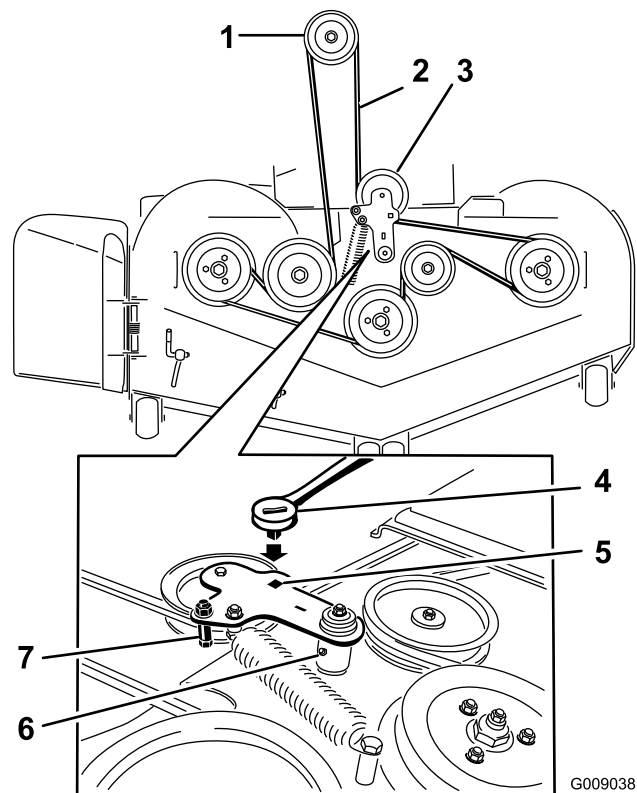

Figura 76
5. Utilice una llave de carraca en el taladro cuadrado del brazo tensor para aliviar la tensión del muelle tensor (Figura 76).
7. Retire la guía de la correa del brazo tensor tensado con muelle según lo ilustrado en Figura 76.
9. Pase la correa nueva alrededor de las poleas del cortacésped y de la polea del embrague, debajo del motor (Figura 76).
10. Instale la guía de la correa en el brazo tensor según se muestra en Figura 76.
11. Utilizando la llave de carraca en el taladro cuadrado, instale el muelle tensor (Figura 76).